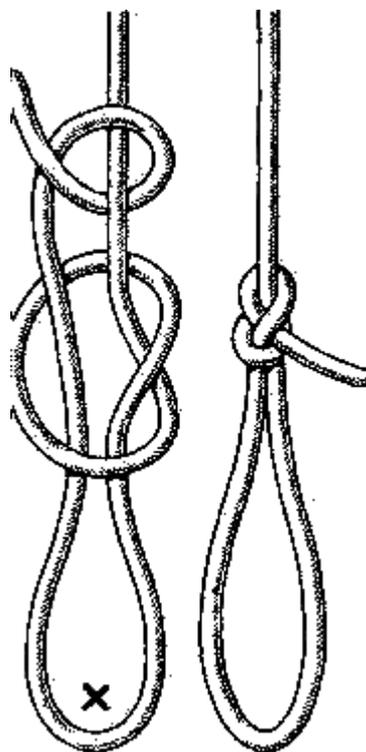

Рис. 70. Эскимосская петля
**Эскимосская петля** (рис. 70). Этой петлей эскимосы пользовались для прикрепления тетивы к луку. Официальное название этой петли «эскимосский узел для тетивы лука». Она обладает немаловажным для этой цели свойством: ее размер можно изменять после того как узел уже завязан.